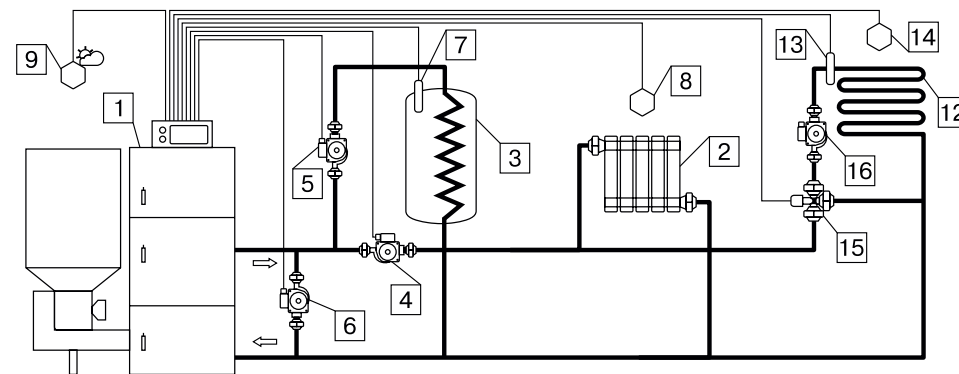
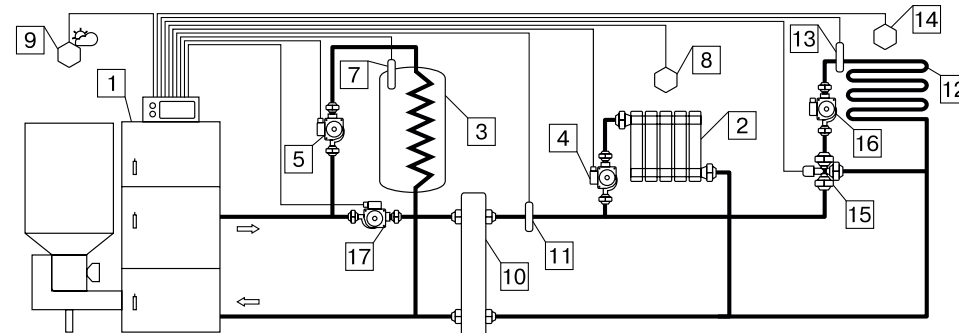

Рис.11 Упрощенная схема подключения котла с узлом рециркуляции
Рис.12 Упрощенная схема подключения котла с гидроразделителем
7.4.1. Упрощенные варианты схем монтажа котла с закрытой системой отопления представлены на рис.11; рис.12. Представленные схемы не заменяют проектного чертежа закрытой системы отопления и предназначены только для просмотра!
поддерживающим температуру теплоносителя на входе в котел выше 65°C, (см. рис.11, 12). Для монтажа системы рециркуляции на задней стенке котла предусмотрены патрубки (рис.2 поз.21 и 22).